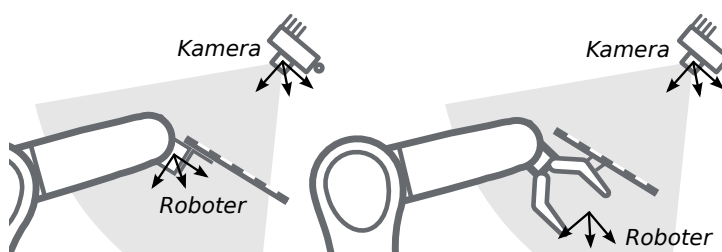

Abb. 5.22: Alternative Montageoptionen für die Befestigung des Kalibrierusters am Roboter
**Kalibrierung einer statisch montierten Kamera** In Anwendungsfällen, bei denen die Kamera statisch verglichen zum Roboter montiert wird, muss das Kalibrieremuster, wie im Beispiel in Abb. 5.21 und Abb. 5.22 angegeben, angebracht werden.
**Bemerkung:** Für das Modul zur Hand-Auge-Kalibrierung spielt es keine Rolle, wie das Kalibrieremuster in Bezug auf das benutzerdefinierte *Roboter*-Koordinatensystem genau angebracht und positioniert wird. Das bedeutet, dass die relative Positionierung des Kalibrieremusters zu diesem Koordinatensystem weder bekannt sein muss, noch für die Kalibrierroutine relevant ist (siehe in Abb. 5.22).